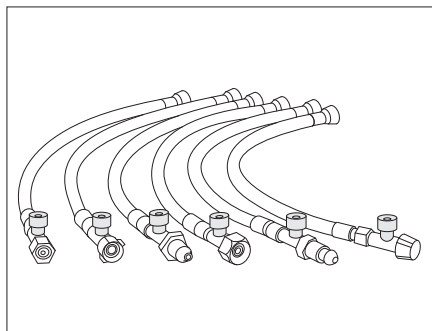

Bild 178 Hochdruckschläuche mit Schlauchbruchsicherung (länderspezifische Varianten)
- Grünen Knopf am Hochdruckschlauch (Bild 178) kräftig drücken.